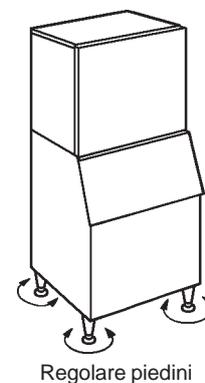

Fig. 5
- 6) Regolare i quattro piedini del fondo (regolabili da 0 a 25,4 mm), in modo che la macchina sia perfettamente orizzontale. Utilizzare una livella a bolla d'aria. Vedere Fig. 5.